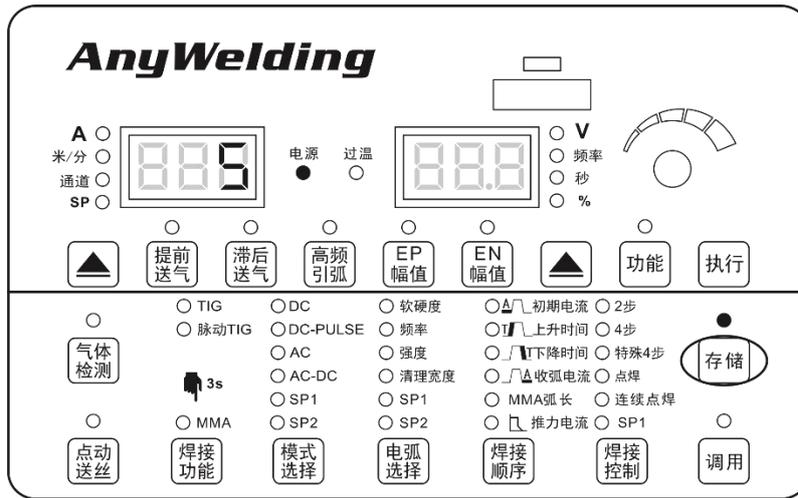

图 6-2 存储设置界面
2. 用面板旋钮选择通道号（0~49），按“执行”键确认，如图 6-2 所示。